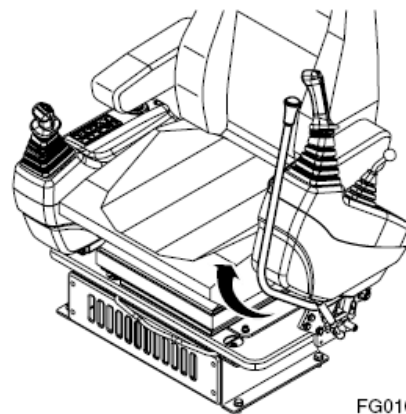

Figura 26
1. Tire de la palanca de seguridad (Figura 26) arriba para permitir que la consola de control izquierda se alce en posición "BLOQUEADO". Asegúrese de que la palanca de seguridad esté bloqueada en posición alzada (arriba). Cuando la palanca de seguridad (Figura 26) esté en posición "BLOQUEADO", el movimiento del accesorio delantero estará bloqueado aunque se mueva una palanca.